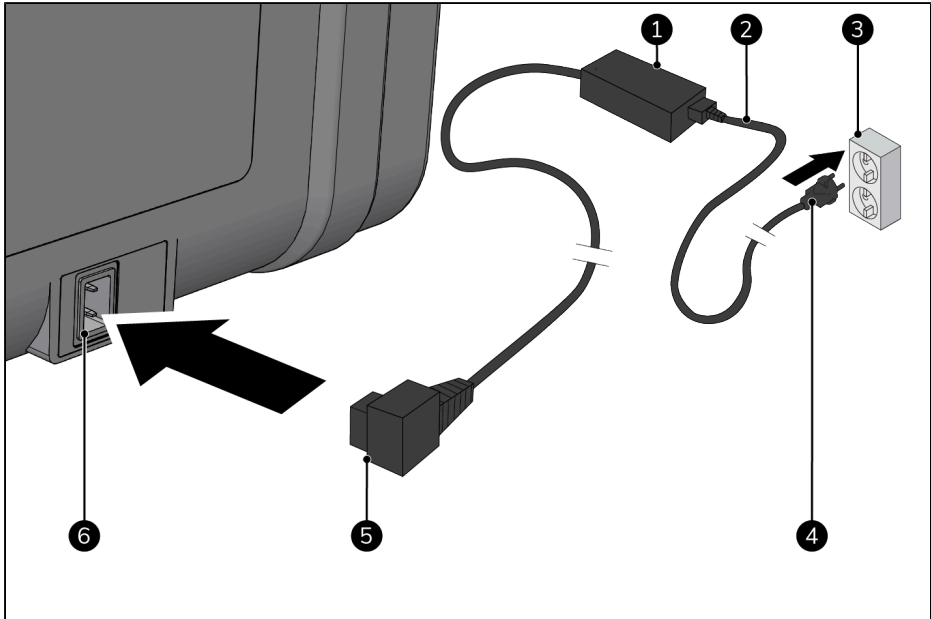

Figure 34.
3. Insérez le câble CA (Figure 34, pos. 2) dans l'adaptateur CA/CC (Figure 34, pos. 1).
4. Insérez la fiche de l'adaptateur CA/CC (Figure 34, pos. 5) dans l'alimentation électrique de l'appareil (Figure 34, pos. 6).
5. Insérez la fiche d'alimentation (Figure 34, pos. 4) dans une prise murale facilement accessible (Figure 34, pos. 3).